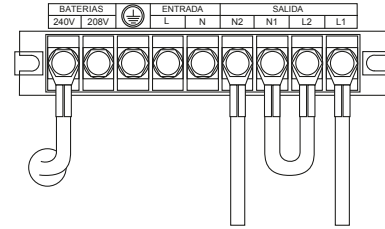

Figura 4-6 Modo para cableado de salida de 208 V / 220V / 230 V / 240 V
2. Conexión de salida 208 / 220 / 230 / 240 VCA: Una N1 y L2 y luego conecte L1 con N2. (Figura 4-6)